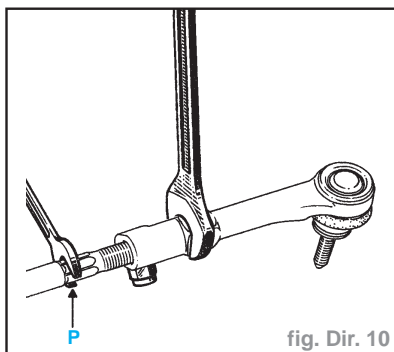

fig. Dir. 10
- Desserrer la vis du manchon de réglage parallélisme et dévisser le boîtier rotule en maintenant la rotule axiale avec une clé plate en "**P**" (fig. Dir. 10).